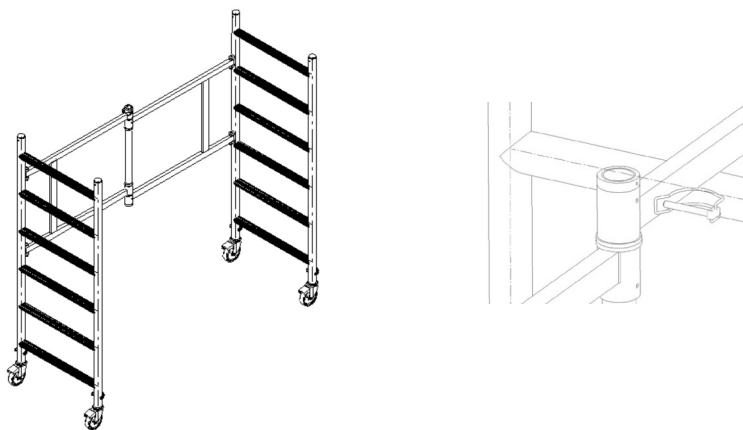

Rys. 25. Montaż bramki
2. Za pomocą kluczy zawartych w zestawie należy zamontować bramkę do drabin. Pamiętać o zamontowaniu podkładek (Rys. 25).